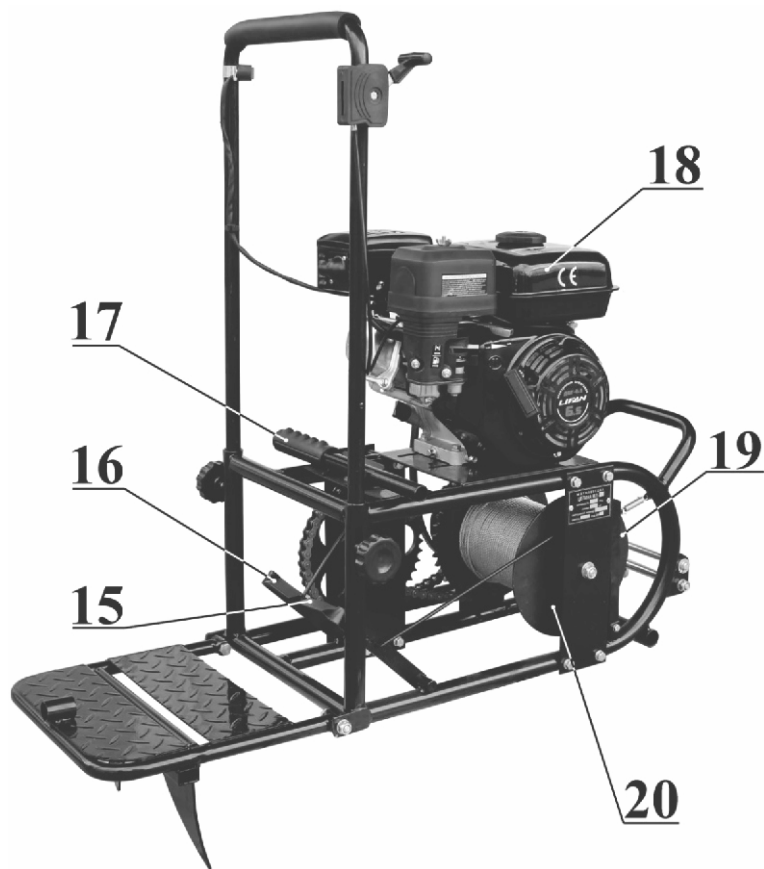

Рис.2 (защитный кожух снят)
- Оператору сойти с подножки, извлечь грунтозацеп из земли. Для облегчения извлечения, воспользуйтесь вспомогательным рычагом, расположенным на раме мотолебедки (рис.2). Переместите мотолебедку на необходимое расстояние, установите, вновь заглубите грунтозацеп, встаньте на подножку, далее цикл повторится.